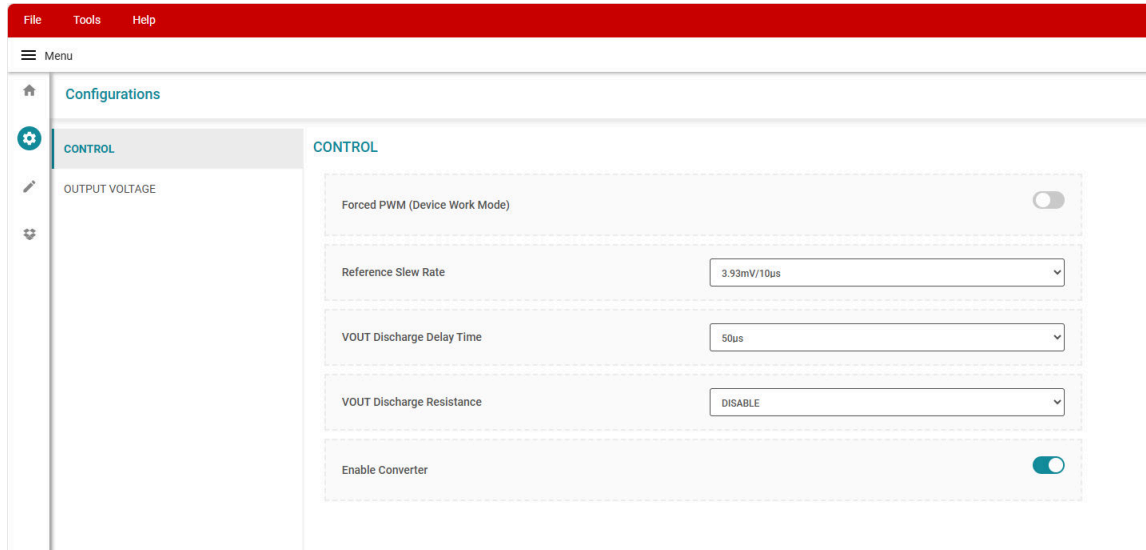

図 3-3. TPS61371EVM-155 の GUI ユーザー インターフェイス
4. 「Start」(開始) ボタンを選択します。このボタンで、TPS61371EVM-155 の GUI ユーザー インターフェイスを表示します (図 3-3)。